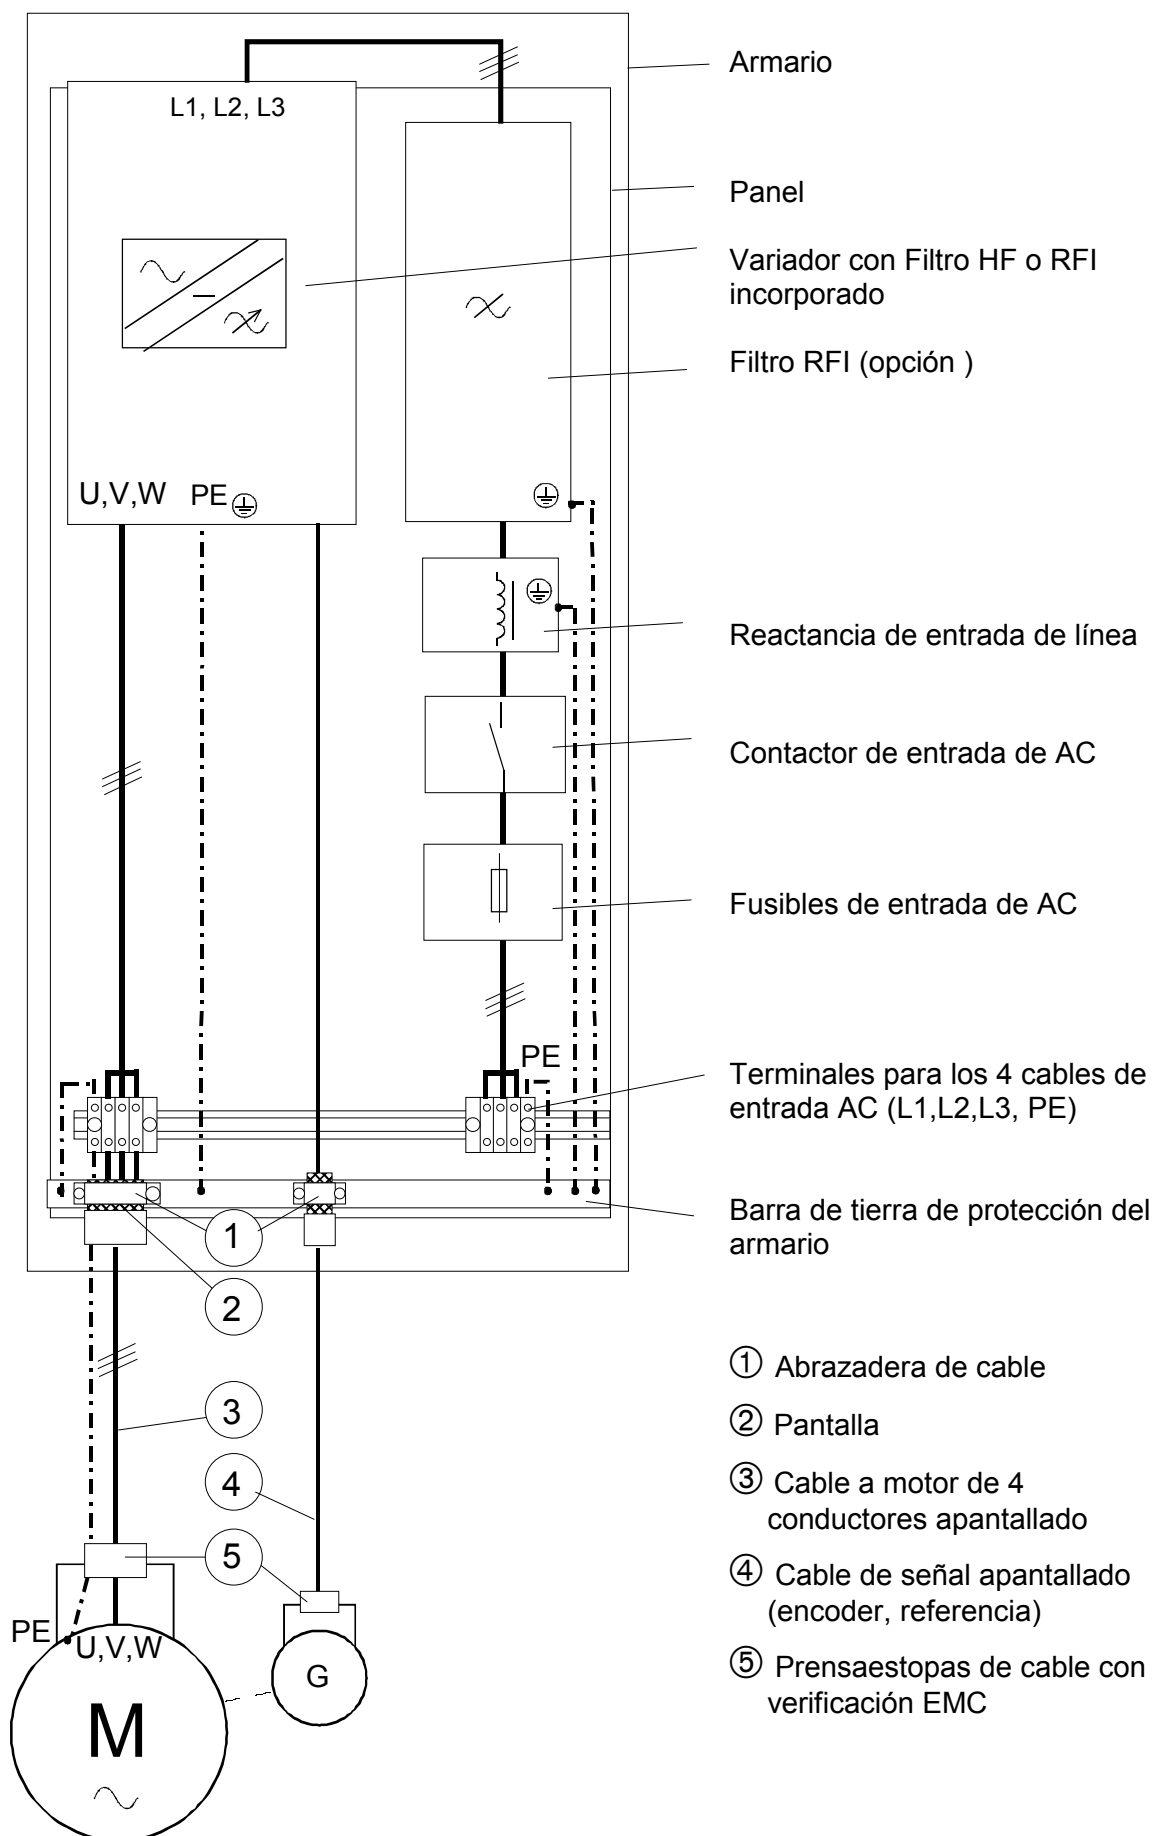

Figura A-2: Ejemplo para configuración de un armario de control
Variadores montados en armario (ver la Figura A-2)
- Todas las pantallas de cables que entran en el armario, tienen que conectarse a la barra de tierra del armario. Para asegurar que la pantalla de cada cable individual, está conectada sólidamente y con buena conductividad a la barra de tierra. Se recomiendan abrazaderas galvanizadas, tal como se muestra en la Figura A-2. Esto es válido asimismo para cable coaxial, al cual solo se le debe quitar la cubierta exterior de plástico.